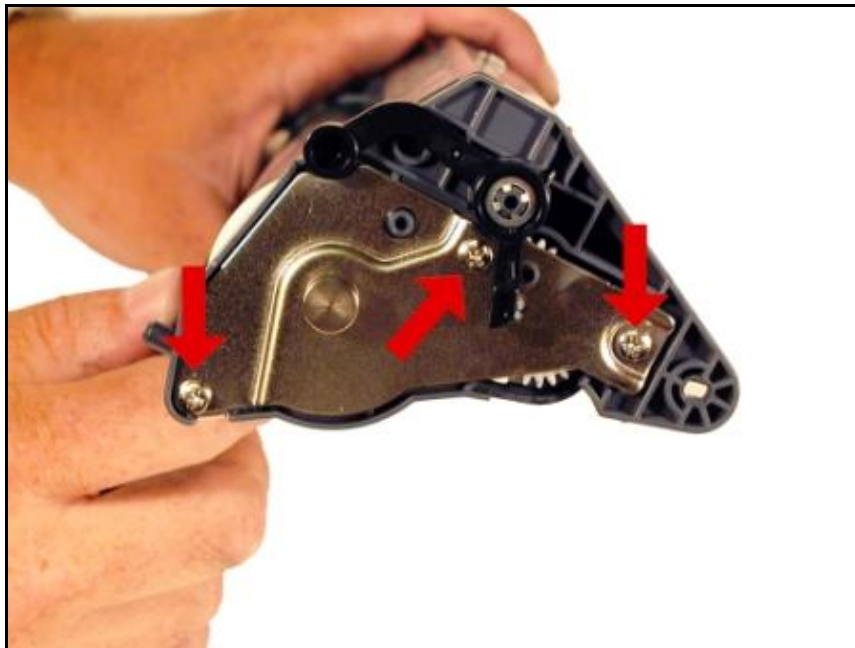

Ilustración 39
31. Retirar los tres tornillos del eje metálico del tambor. Ver ilustración 39